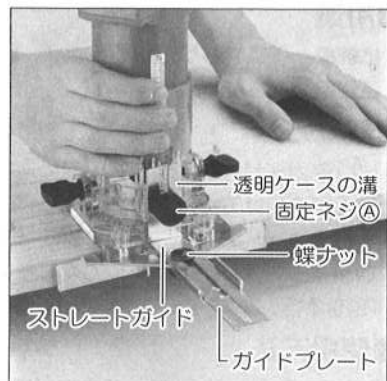

図13
- ガイドプレートと透明ケース溝に差し込み、固定ネジ④で取り付けください。
- ストレートガイドの位置は、蝶ナットをゆるめて調整してください。(図13参照)